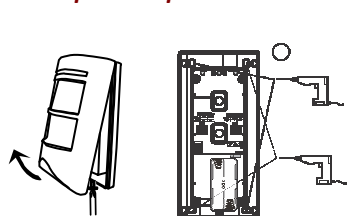

Fig. 1
1. En se référant à la figure 1, desserrer la vis au bas du PIR, retirer le capot avant et insérer deux piles alcalines de type AA.